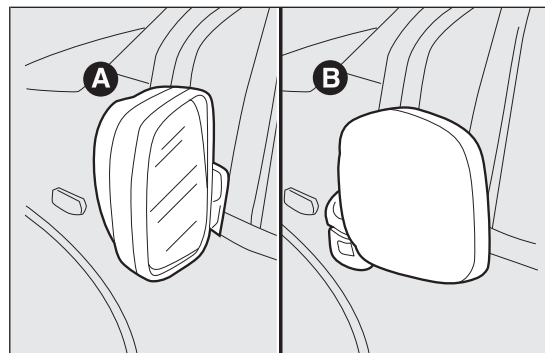

fig. 27
Cuando sea necesario (por ejemplo cuando el tamaño del espejo cree dificultades en un paso angosto) se pueden plegar los espejos desplazándolos desde la posición A fig. 27 a la posición B.
***Durante la marcha, los espejos siempre deben estar en posición A fig. 27.***